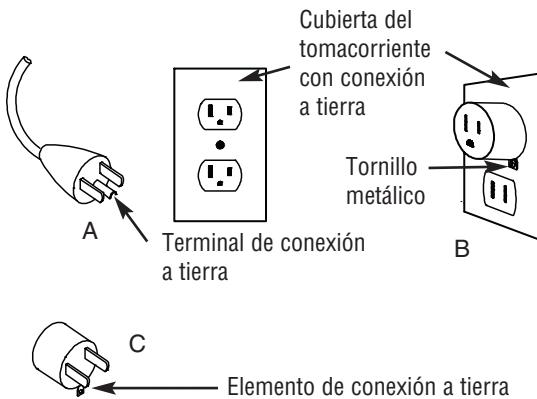

Figura 3
10. Este modelo tiene un enchufe de conexión a tierra de tres patas (vea la Figura 3). Siempre se conecte en un tomacorriente conectado a tierra apropiadamente.
3. Este calefactor es para utilizar con una tensión de 120 voltios. El cordón tiene un enchufe como se muestra en A (Figura 3). Puede utilizarse un adaptador como se muestra en C para conectar enchufes de tres láminas, con conexión a tierra, a tomas de corrientes de dos ranuras. El terminal de puesta a tierra de color verde que se extiende desde el adaptador debe conectarse a una tierra permanente, como la de un tomacorriente con una conexión a tierra adecuada. El adaptador no debe utilizarse si se dispone de un tomacorriente de tres ranuras con conexión a tierra.